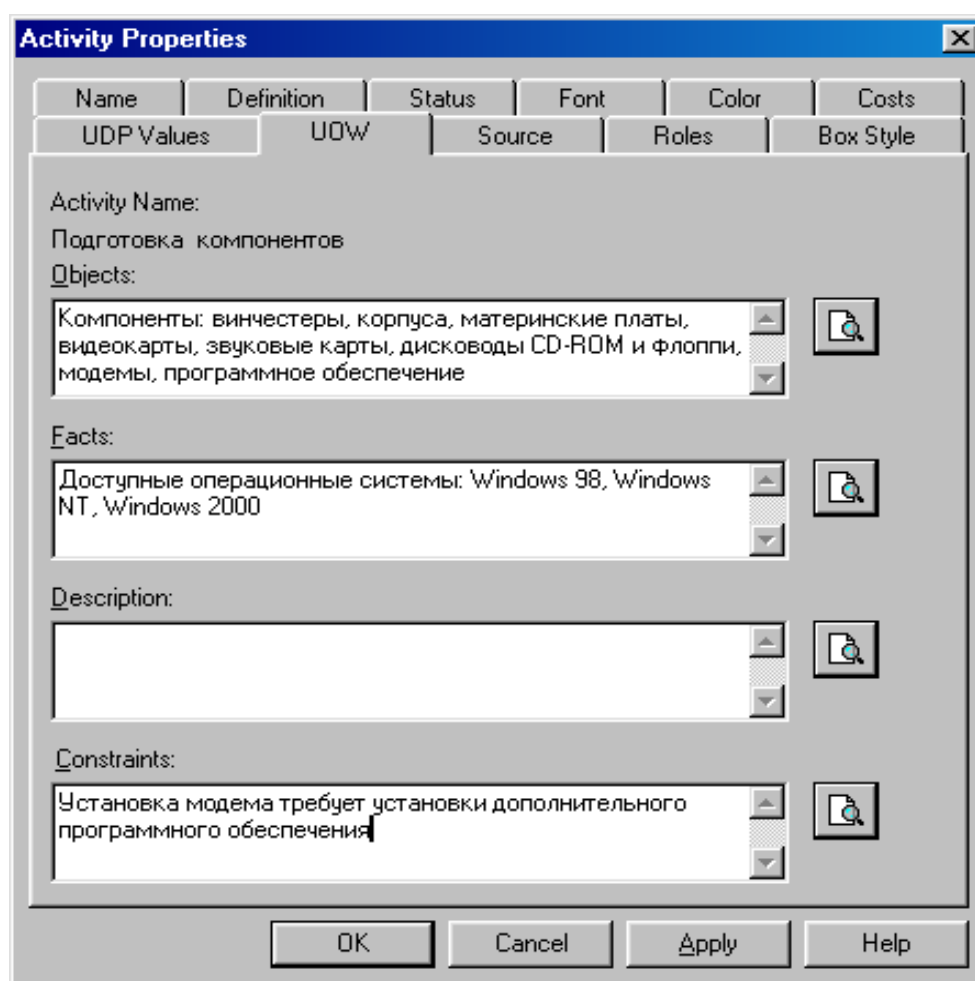

Рисунок 1.52 – Диалоговое окно **Activity Properties**, вкладка **UOW**
3. Во вкладке **UOW** диалогового окна **Activity Properties** (рисунок 1.52) внесите свойства работы 1 в соответствии с данными таблицы 1.5.